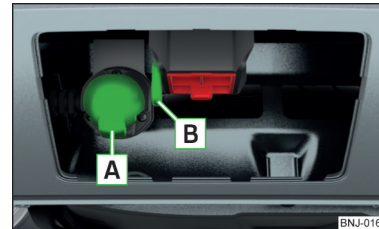

Abb. 153
- Den Stecker des Anhängerkabels in die 13-polige Steckdose [A] » Abb. 153 einstecken.
- Das Abreißseil des Anhängers aus der Sicherungsöse [B] » Abb. 153 aushängen.